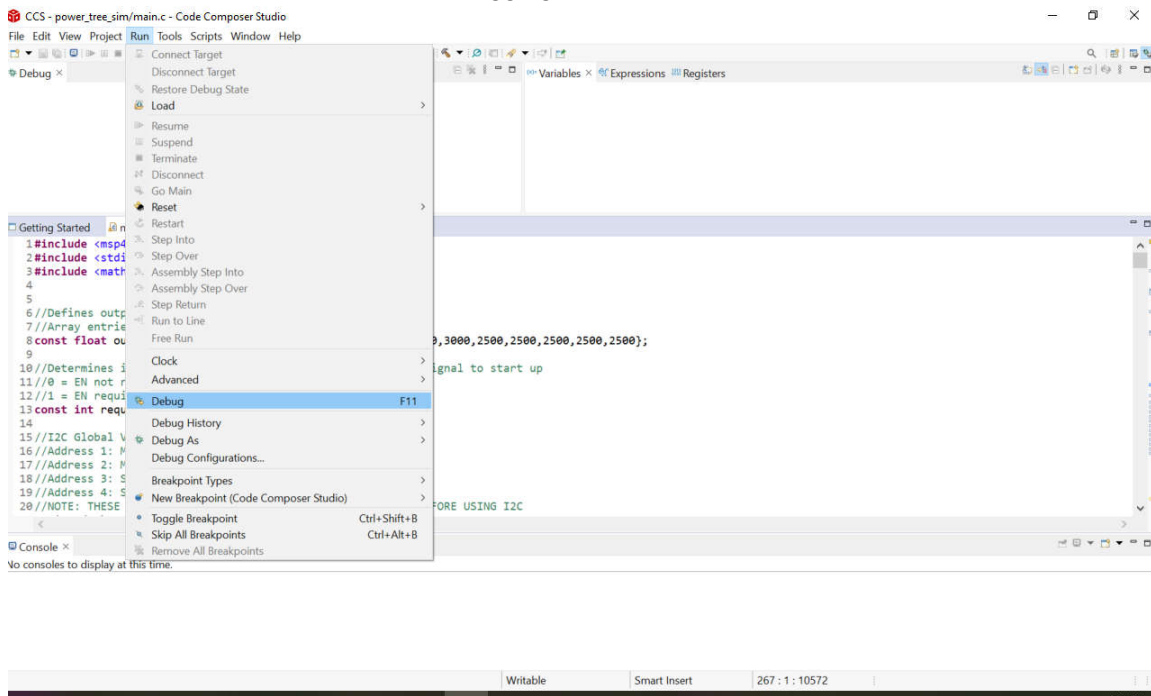

图 4-4. 在 CCS 中运行代码
5. 通过在 CCS 工作区中选择 **Run > Start Debugging** 来运行代码。有关更多信息，请参阅图 4-4。